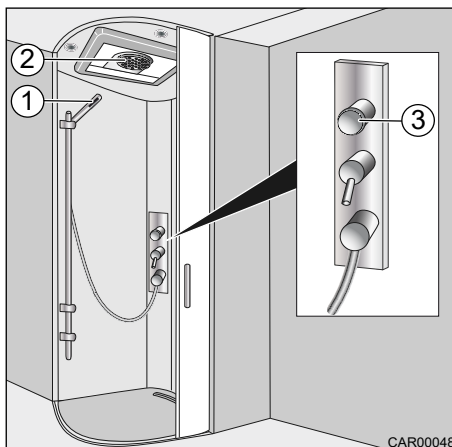

Fig. 137 Colonne de douche, bouton de commutation
Choisir le mode Douche pluie (Fig. 137, pos. 2) :
1. Tourner le bouton de commutation (Fig. 137, pos. 3) dans le sens anti-horaire.
Choisir le mode Douchette (Fig. 137, pos. 1) :
1. Tourner le bouton de commutation (Fig. 137, pos. 3) dans le sens horaire.